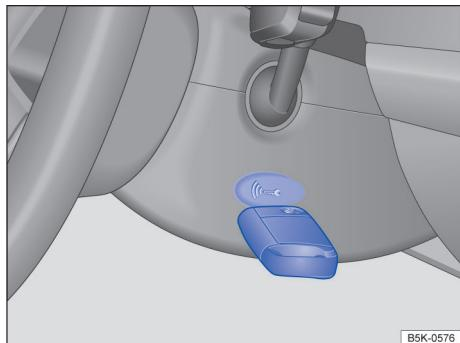

Fig. 130 À direita na coluna de direção: função de partida de emergência em veículos com sistema de travamento e de partida Keyless Access sem chave.
- Logo após pressionar o botão de partida, manter a chave do veículo à direita, no revestimento da coluna de direção → Fig. 130.